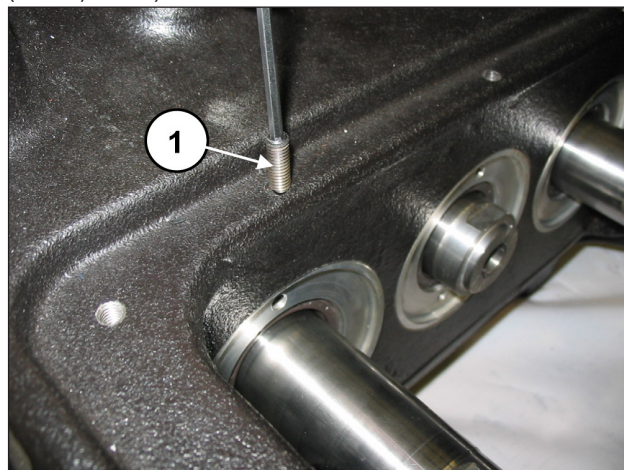

Abb. 3
Lösen Sie die Stiftschrauben M6 der drei Ölabbstreifring-Deckel (Pos. ①, Abb. 3).